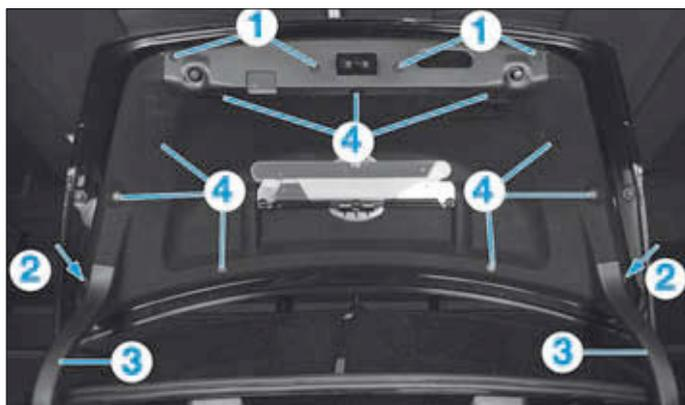

FIG. 38
- Déposer (Fig.38) :
- les vis (1),
- les agrafes (2),
- les enjoliveurs (3),
- les agrafes (4),